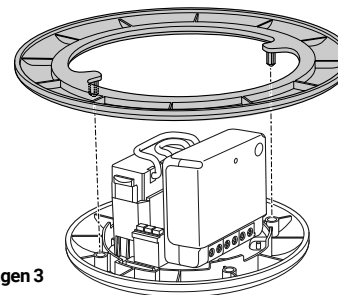

Imagen 3
- 4 Monte el embellecedor de 120mm si es necesario, véase la imagen 3.